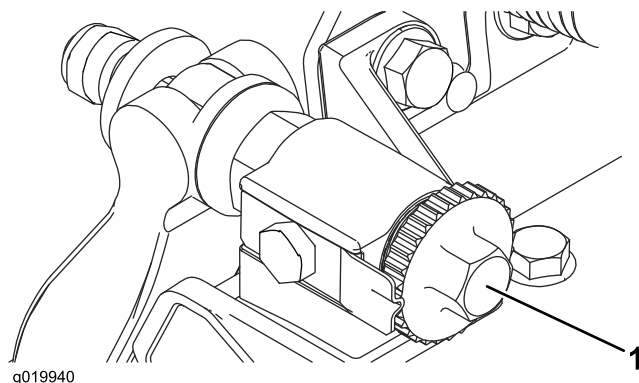

図 8
- 2. ベッドバー調整ねじを左に回してベッドナイフとリールの接触をなくす 図 8。